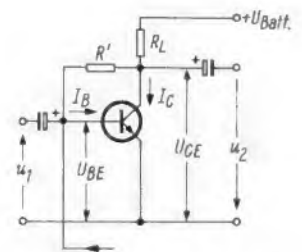

Bild 3. Transistor-Verstärkerstufe mit Parallel-Gegenkopplung
mit einem Regelfaktor gemäß Gleichung (5). Die Spannungsverstärkung (siehe auch Gleichung 2) einer einfachen Transistor-Verstärkerstufe mit Parallel-Gegenkopplung nach Bild 3 ist